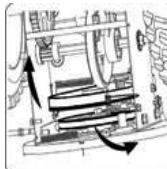

Bild 24
d. Ta bort stödfästets fjäder från ramen. Se bild 24.